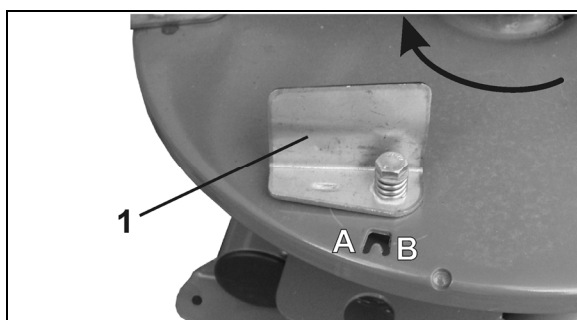
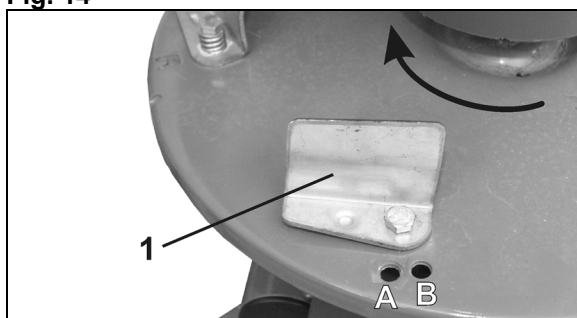

Fig. 14
Fig. 15
Spredevingene kan stilles inn i to posisjoner (Fig. 14, Fig. 15).
- Tre spredevinger for manuell innstilling (Fig. 14/1).
- Tre spredevinger som stilles inn ved å løsne skrueforbindelsen (Fig. 15/1).